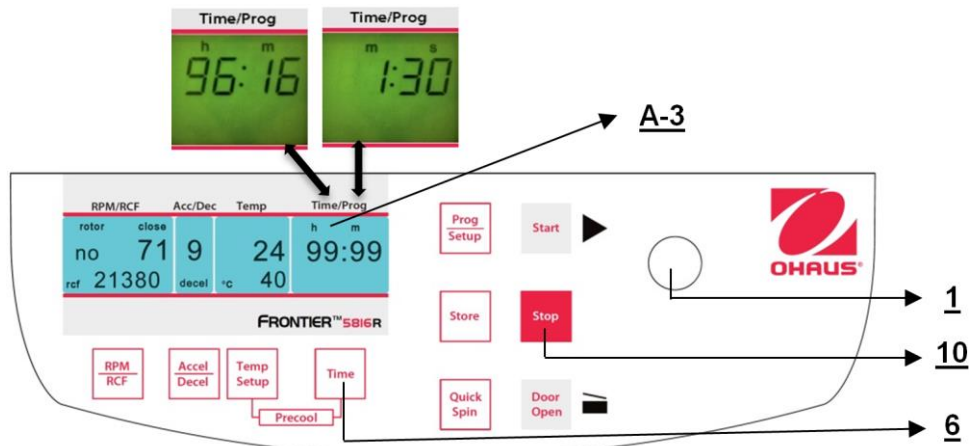

Figura 17
3. La operación continua "cont", que puede interrumpirse con el botón "Stop"(10) (vea la Figura 17).
La pantalla siempre muestra el tiempo de operación restante. (Vea la figura 17.)